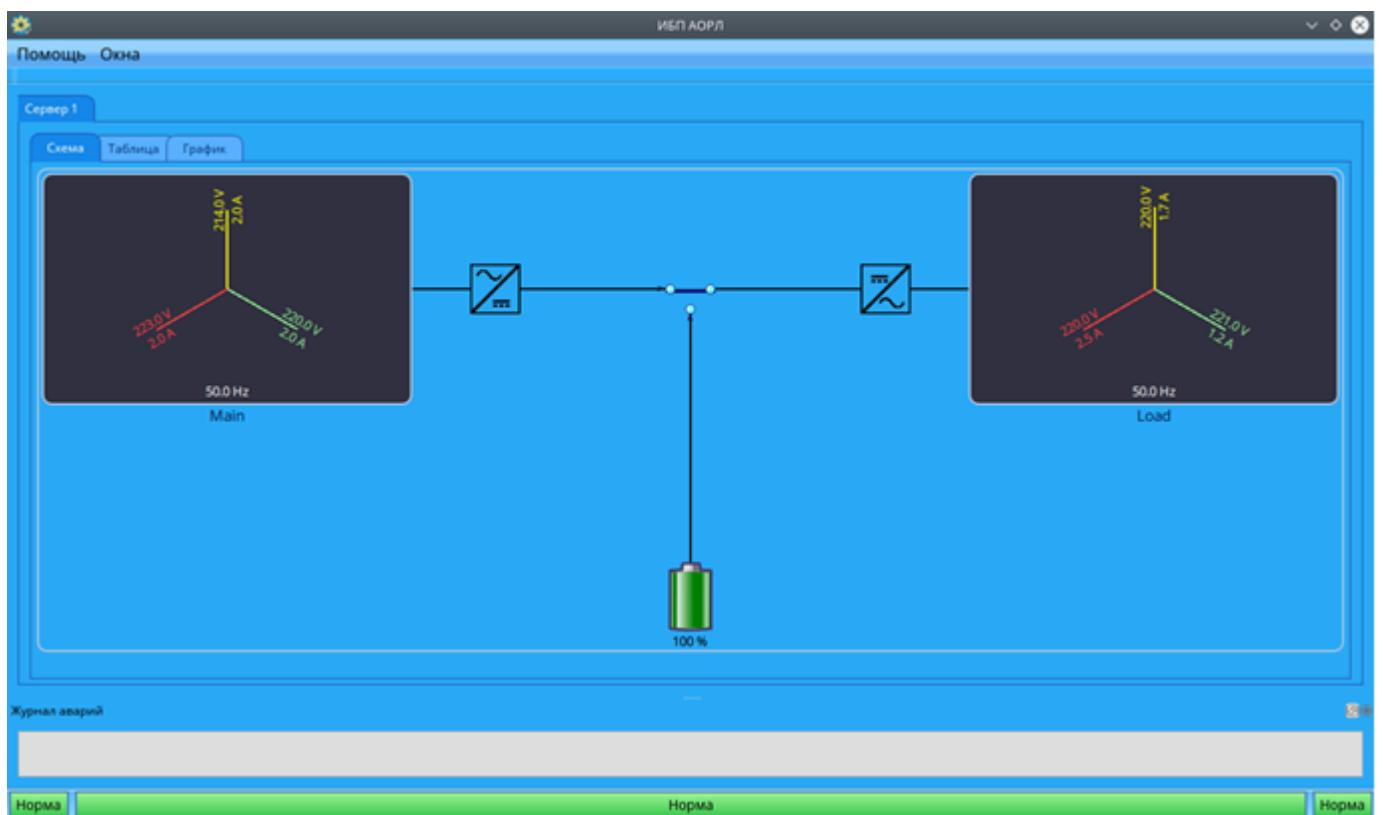

Рисунок 12. Вид главного окна программы «Электропитание»
3.3 Для просмотра системы электропитания необходимо на вкладке «Оборудование» нажать кнопку «Электропитание». После этого откроется окно «Электропитание» на вкладке «Схема» (рисунок 12).